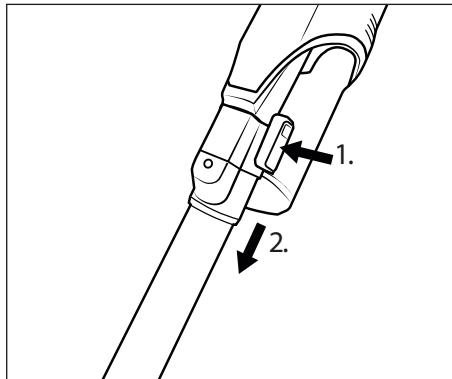

Fig. 11
- ◆ Pour retirer le tube d'aspiration **24** de l'appareil, maintenez la touche de déverrouillage du tube d'aspiration **25** enfoncée et retirez le tube d'aspiration **24** de l'orifice d'aspiration de l'appareil (voir figure 11).